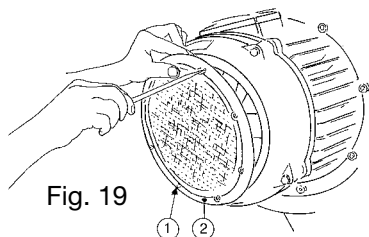
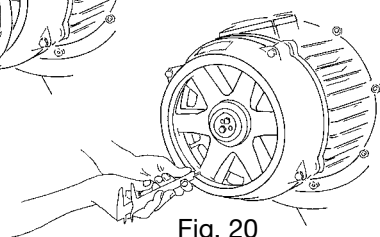
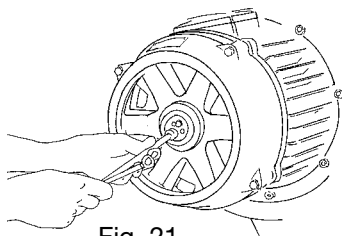
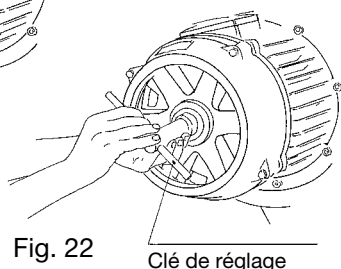

Fig. 19
Fig. 20
Fig. 21
Fig. 22
Dévisser les vis pos. 1 et enlever la grille pos. 2 (Fig. 19) ; effectuer la mesure à n'importe quel point entre le ventilateur de frein (Fig. 20) et un étage de la cloche avec le frein bloqué. Après avoir effectué cette mesure, déplacer axialement vers l'intérieur du moteur le ventilateur à l'aide d'un levier et effectuer une autre mesure et enregistrer la différence (Fig. 20). Si la différence est supérieure aux valeurs nominales (0,8/1,2 mm) procéder de la manière suivante :
- dévisser les vis (Fig. 21) puis faire tourner la bague de réglage dans le sens des aiguilles d'une montre pour remédier au déplacement axial supérieur à la valeur nominale, en tenant compte qu'un tour complet de la bague équivaut à 2 mm (Fig. 22). Après cette opération de récupération, répéter la mesure avec le frein ouvert (Fig. 20) en contrôlant que le déplacement axial corresponde à la valeur nominale, remplacer les vis et la grille dans leur position (Fig. 19).